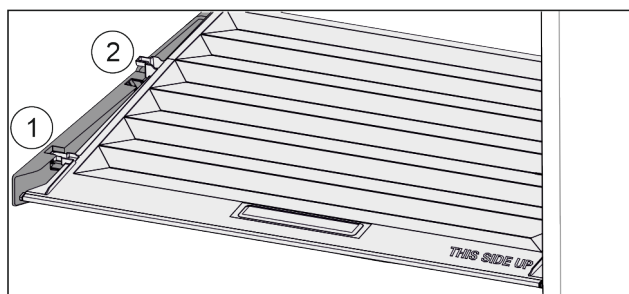

Fig. 131
- ▶ Træk dækslet fremad til åbning i holdedelene Fig. 131 (1).
- ▶ Løft nedefra og bevæg det opad og ud Fig. 131 (2).